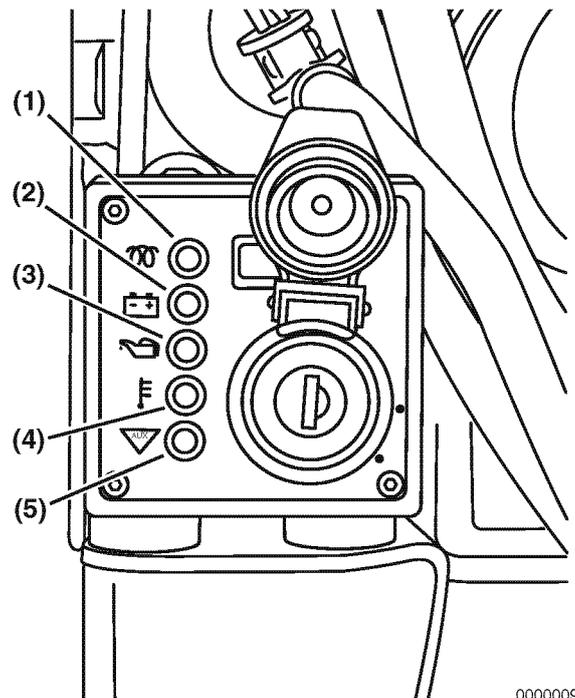
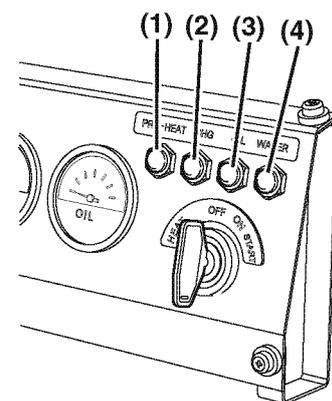
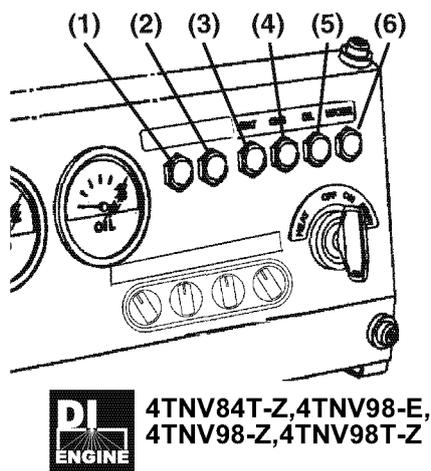

Abbildung 8
Abbildung 9
Abbildung 10
Die TNV-Motoren von Yanmar sind mit verschiedenen Bedienkonsolen erhältlich. **(Abbildung 8)** oder **(Abbildung 9)** zeigen zwei typische Bedienkonsolen.
HEAT (ERWÄRMEN) (Abbildung 8, (1)) oder **(Abbildung 9, (1))** oder **(Abbildung 10, (1))** - **Abbildung 9** zeigt eine typische Anzeigenanordnung an der Bedienkonsole. Wenn der Schlüsselschalter in die Position HEAT (ERWÄRMEN) gedreht wird, leuchtet die HEAT (ERWÄRMEN)-Anzeige und signalisiert, dass die Glühkerzen oder der Lufterhitzer aktiv sind und für 4 Sekunden an bleiben (bei IDI-Modellen mit Glühkerzen) oder für 15 Sekunden (bei DI-Modellen mit Glühkerzen oder Lufterhitzern). Wenn die Anzeige erlischt, den Schlüsselschalter in die START-Position drehen, um den Motor zu starten.
Abbildung 8 zeigt eine typische Bedienkonsole mit dem optionalen Schlüsselschalter. Wenn der optionale Schlüsselschalter auf die ON (EIN)-Position gedreht wird, leuchtet die Anzeige auf und signalisiert, dass die Glühkerzen oder Lufterhitzer aktiv sind und für 4 Sekunden an bleiben (bei IDI-Modellen mit Glühkerzen) oder für 15 Sekunden (bei DI-Modellen mit Glühkerzen oder Lufterhitzer). Wenn die Anzeige ausgeht, den Schlüsselschalter in die START-Position drehen, um den Motor zu starten.
Abbildung 10 zeigt eine typische Anzeigenanordnung auf der Bedienkonsole von elektronisch gesteuerten Motoren an. Der Schlüsselschalter an der Konsole ist in zwei Arten erhältlich: Standard oder Optional. Während der Standardtyp mit der HEAT (ERWÄRMEN)-Position ausgestattet ist, fehlt diese HEAT (ERWÄRMEN)-Position beim optionalen Typ und dafür gibt es die ON (EIN)-Glüh/ON (EIN)-Lufterhitzfähigkeit. Beziehen Sie sich wegen der Anwendbarkeit der Schlüsselschalterarten auf das Betriebshandbuch für die getriebene Maschine.
Batterie Aufladen (Abbildung 8, (2)) oder **(Abbildung 9, (2))** oder **(Abbildung 10, (4))** - Bleibt solange an, bis der Motor läuft und die Lichtmaschine Ladestrom liefert. Diese Anzeige zeigt nicht an, ob die Batterie entladen ist.
Motoröl-Druck (Abbildung 8, (3)) oder **(Abbildung 9, (3))** oder **(Abbildung 10, (5))** - Bleibt solange an, bis der Motor läuft und der Öl-Druck innerhalb des normalen Grenzbereichs liegt.
Kühllufttemperatur (Abbildung 8, (4)) oder **(Abbildung 9, (4))** oder **(Abbildung 10, (6))** - Bleibt kurzfristig an. Geht wieder an, wenn der Motor überhitzt.
Zusatz (Abbildung 8, (5)) oder **(Abbildung 10, (2))** - Bleibt kurzfristig an. Wird für besondere Anwendungen benutzt.
Störanzeige (Abbildung 10, (1)) (optional) - Leuchtet für etwa 2 Sekunden, wenn der Schlüsselschalter auf ON (EIN) gedreht wird und bleibt aus, während der Motor läuft. Wenn ein Fehler im Reglerhebel-System oder während der Bestromung des E-ECU passiert, blinkt diese Anzeige in einem bestimmtem Muster, um anzuzeigen, dass ein Fehler aufgetreten ist. Für Details siehe Abschnitt Fehlersuche- und Behebung.